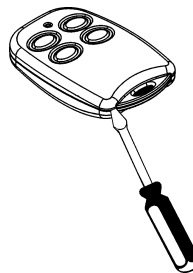

Abbildung B.12: Öffnen des Kästchens
1. Stecken Sie einen kleinen Schraubenzieher im umlaufenden Schlitz hinein – siehe *Abbildung B.12*. Drehen Sie vorsichtig den Schraubenzieher, um den vorderen Teil vom hinteren Teil des Kästchen zu trennen.